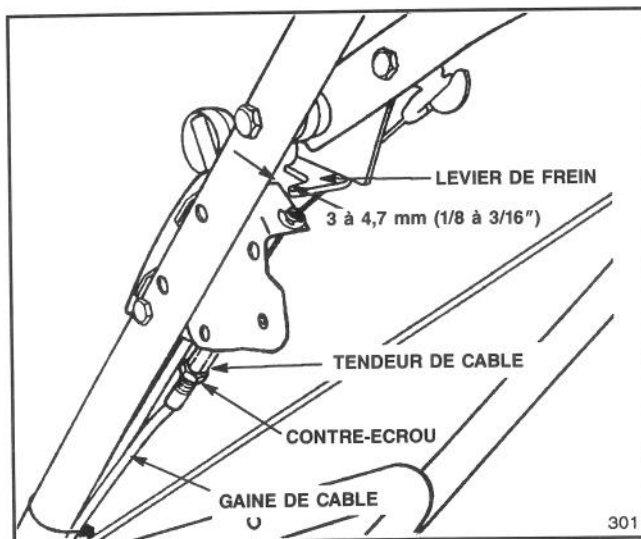

Figure 19
2. VERIFICATION DU REGLAGE (figure 19)—Serrez la barre de commande vers le guidon jusqu'à ce que le câble se tende. Il devrait y avoir un écart de 3 à 4,7 mm (1/8 à 3/16") entre le levier de frein et le guidon. Reportez-vous à l'étape 3 en ce qui concerne le réglage.
3. REGLAGE DE LA GAINÉ DU CABLE—Desserrez le contre-écrou du tendeur de câble (figure 19). Insérez un objet de 3 à 4,7 mm (1/8 à 3/16") entre le levier de frein et le guidon. Réglez la gaine du câble jusqu'à ce qu'il n'y ait plus de jeu, puis resserrez le contre-écrou.